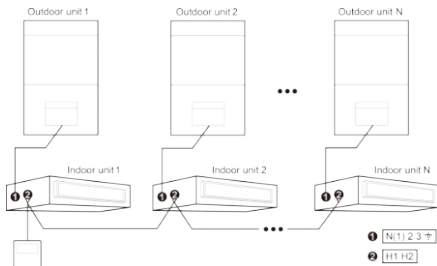
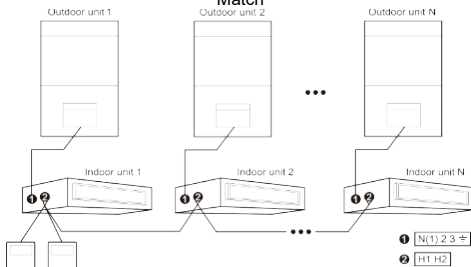

Fig. 4.8 O telecomandă cu fir comandă simultan mai multe unități interioare U-Match
Fig. 4.9 Două telecomenzi cu fir comandă simultan mai multe unități interioare U-Match
- (1) Pentru telecomanda cu fir care conectează unitatea U-Match pot fi adoptate metodele de cablare din fig. 4.4, fig. 4.5, fig. 4.8 și fig. 4.9 .